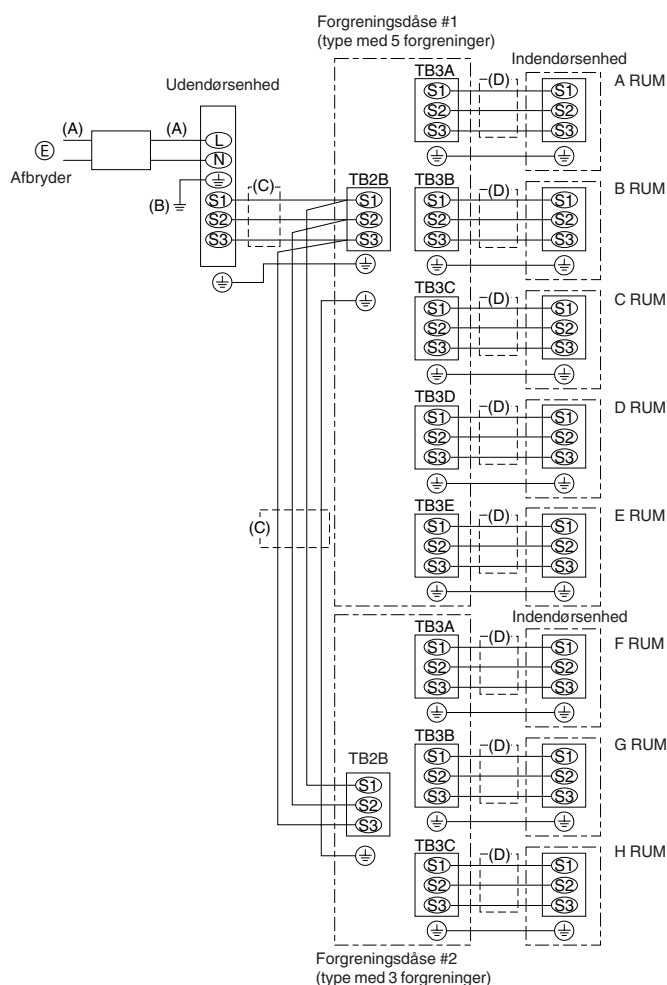

Fig. 7-2
7.3. Ekstern ledningsførselsprocedure (Fig. 7-2)